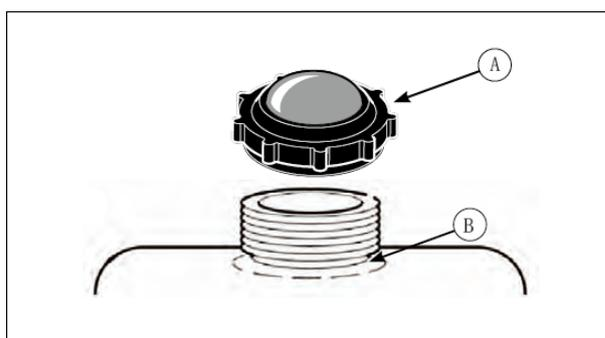

図5 燃料の給油
1.燃料タンクキャップの周辺をふき取り、タンクキャップを外します。(A) 図5